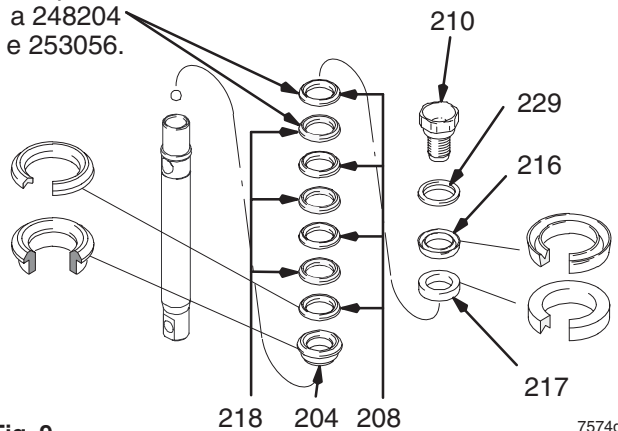

Fig. 9
Fig. 9. Mergulhe todos os empanques de couro em óleo SAE 30W no mínimo durante 1 hora antes de efectuar a montagem. Insira o buçim macho (204) na biela. Alternadamente, coloque polietileno de peso molecular ultra-elevado (208) e empanques de couro (218) (tenha em atenção a orientação) na biela. Instale o buçim fêmea (217). Instale o êmbolo do pistão (216) (tenha em atenção a orientação) e a anilha de reforço (229) na válvula de êmbolo (210). O embutimento de vedação especial das roscas da válvula de êmbolo permite quatro reinstalações. Utilize Loctite® nas roscas da válvula de êmbolo após quatro reinstalações.